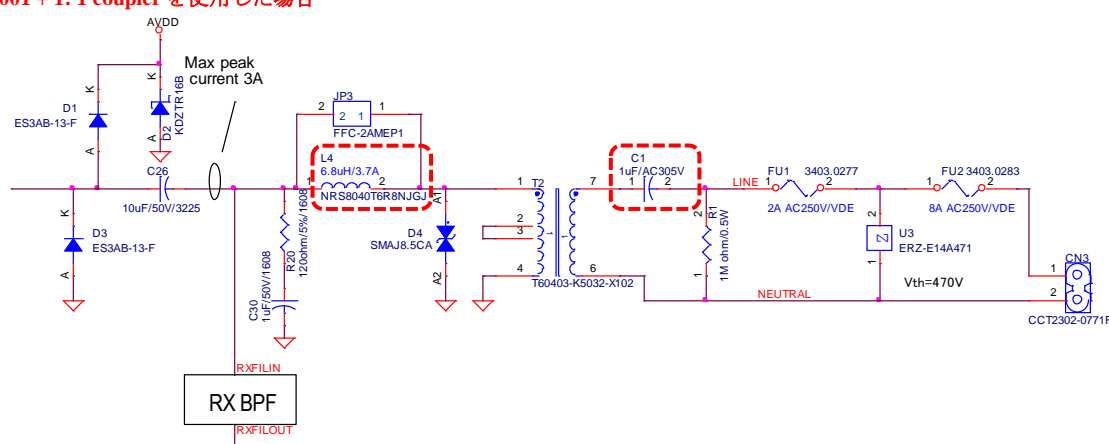
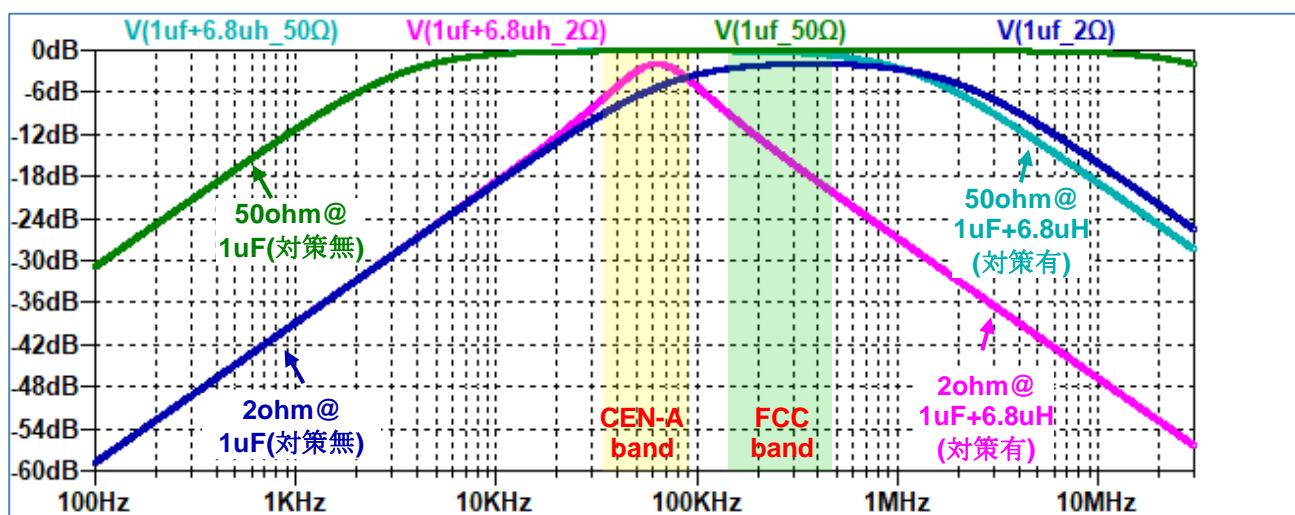

Figure 3-11 CENELEC-A 帯の低インピーダンス負荷対策の接続例
Figure 3-12 CENELEC-A 帯の低インピーダンス負荷対策の周波数特性例
- CENELEC-A 帯の低インピーダンス負荷対策の接続例を Figure 3-11 に、周波数特性例を Figure 3-12 に示します。